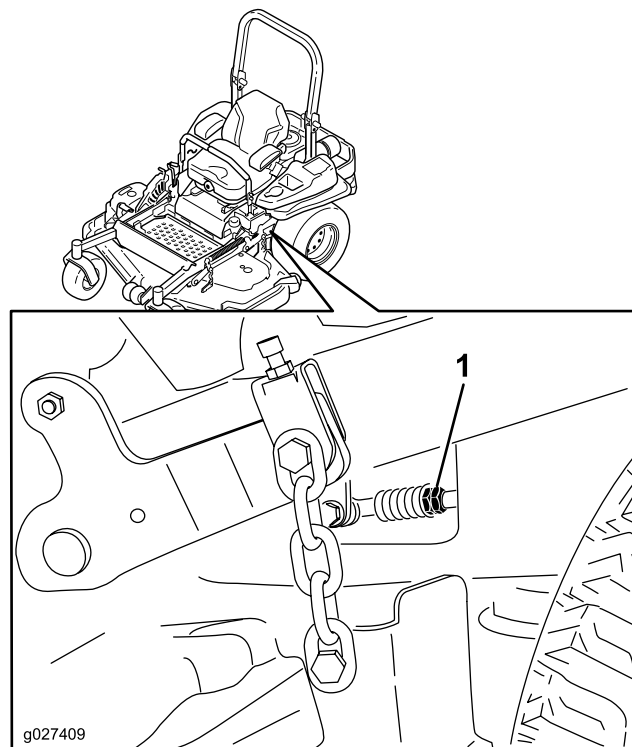

Figure 80
10. Réglez la longueur des tiges de pompes en tournant les doubles écrous dans le sens voulu jusqu'à ce que les roues tournent légèrement en marche arrière (Figure 80).